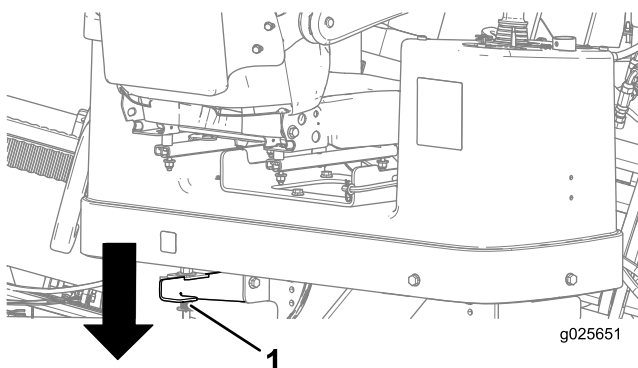

Figura 42
5. Presione hacia abajo la palanca trasera de enganche de la plataforma del operador y gire la plataforma hacia afuera a la posición deseada, asegurándose de que se bloquea en su lugar (Figura 42).